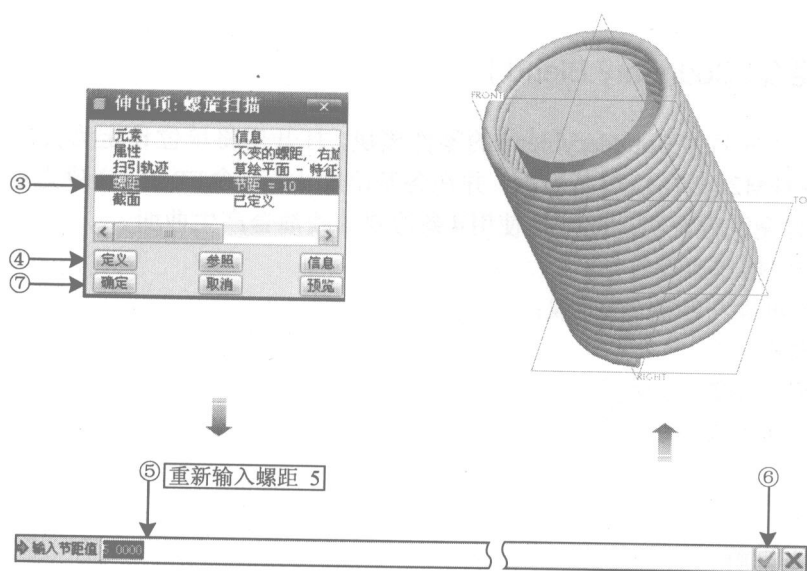

图 1-5 修改螺距方式
接着讲解如何修改螺距, 像上述流程一样, 在模型树内该特征处单击鼠标右键, 再选择编辑定义; 接着→单击选择③螺距 (Pitch) →单击④定义按钮; 然后, 在窗口下方会出现与前面输入螺距尺寸相同的输入框→⑤输入螺距尺寸值为 5 →单击 ☒ 确定⑥→单击⑦确定, 即完成螺距尺寸的修改, 如图 1-5 所示。